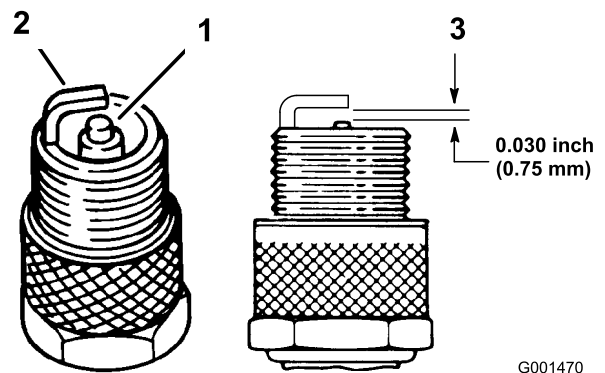

Figura 36
- Verifique o estado dos eléctrodos lateral e central, bem como do isolante do eléctrodo central, certificando-se de que não se encontram danificados (Figura 36).
- Ajuste a folga existente entre a zona central e lateral do eléctrodo para 0,762 mm (Figura 36).